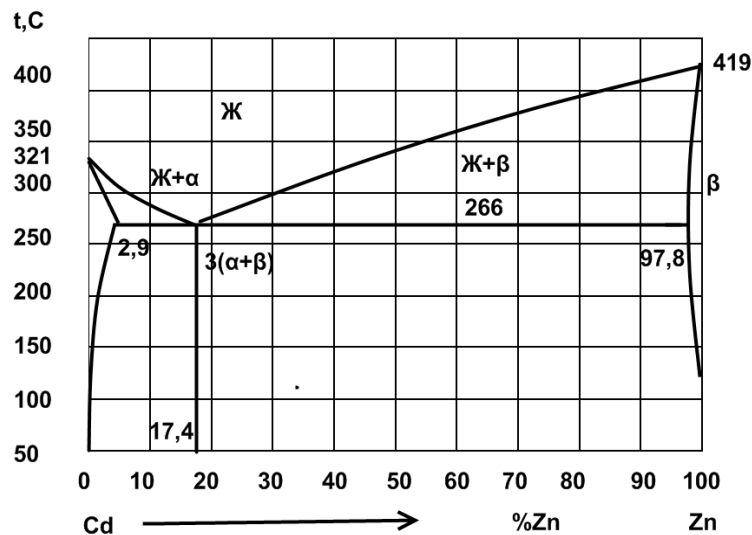

Рис. 9. Диаграмма состояния кадмий – цинк (Cd – Zn)
2. Вычертите диаграмму состояния системы кадмий – цинк. Опишите взаимодействие компонентов в жидком и твердом состояниях, укажите структурные составляющие во всех областях диаграммы состояния и объясните характер изменения свойств сплавов в данной системе с помощью правил Курнакова (рис. 9).